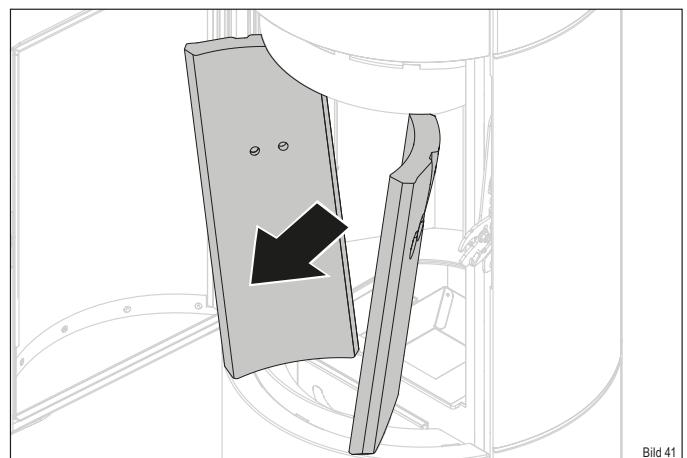

Bild 42
- Entnehmen Sie den hinteren Thermostein (Bild 42).